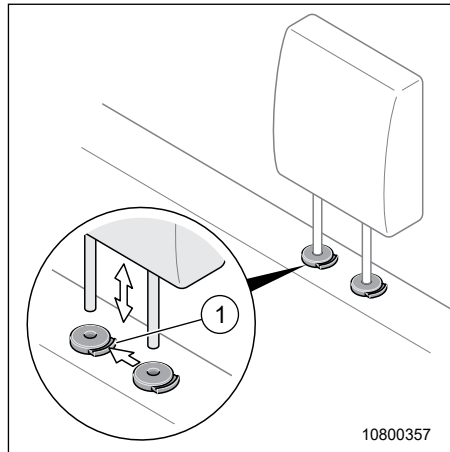

Fig. 25 Appui-têtes
1. Appuyer sur le levier de verrouillage (Fig. 25, pos. 1) et le maintenir appuyé.